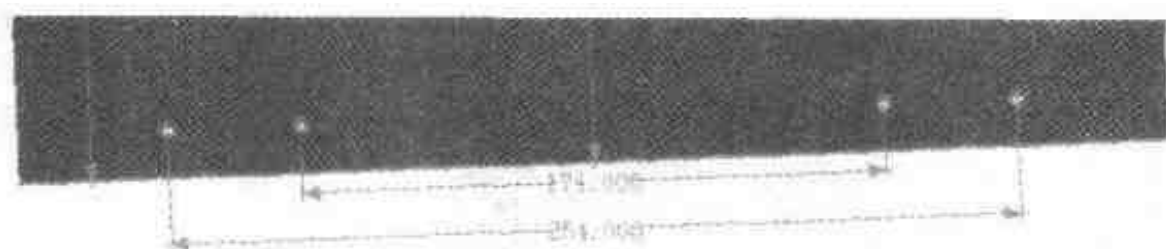

图 4.108 生成 4 个埋头孔
- (8) 根据上盖板的图纸，编辑埋头孔的智能标注，最后生成 4 个埋头孔，如图 4.108 所示。